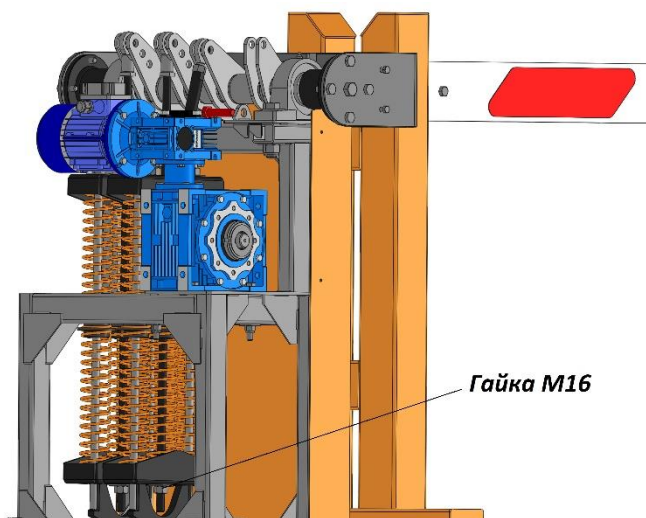

Рисунок 11
- Произвести балансировку Стрелы, для чего (Рис.11):